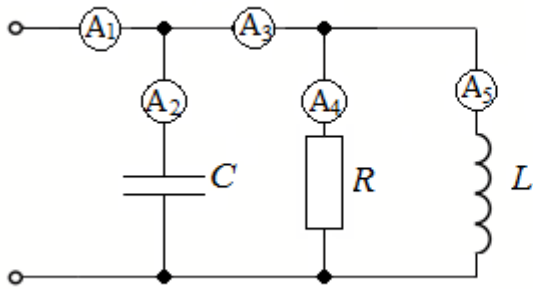

Рис. 183
5. Определить показания амперметров A_2 и A_3 (рис. 183) по известным показаниям амперметров A_1 ($I_1 = 5,64$ А), A_4 ($I_4 = 4$ А) и A_5 ($I_5 = 3$ А).